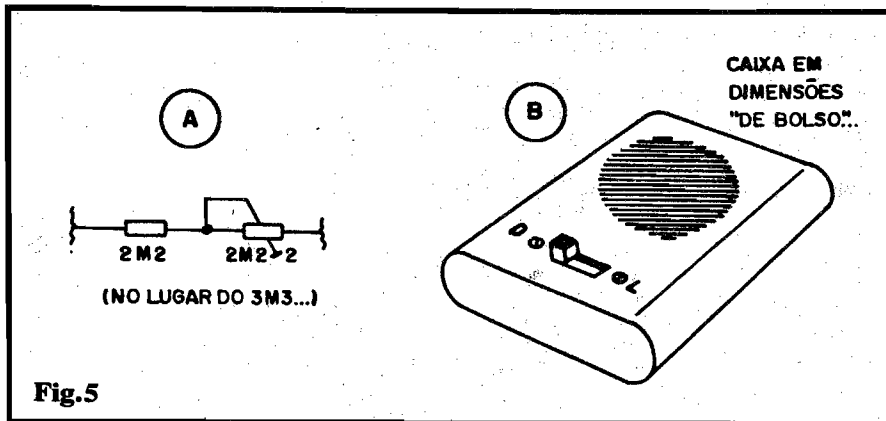

Fig.5
- FIG. 5 - ALTERAÇÕES NO TEMPO - O ACABAMENTO - Conforme já foi dito, os tempos decorrentes antes dos dois alarmes foram pré-determinados com razoável aproximação, demarcados em seus limites através dos valores de 3M3 e 150n acoplados aos pinos 9-10-11 do 4060. Entretanto, variações nos valores reais dos componentes envolvidos, devido às suas naturais tolerâncias, podem "disvirtuar" bastante a exatidão das esperadas temporizações... Nesse caso, a partir de uma verificação puramente experimental, o Leitor/Hobbysta poderá **calibrar**, com grande precisão, o funcionamento do circuito, eventualmente **mudando** o valor do capacitor original de 150n (não são recomendados alterações radicais no dito valor; o melhor é ir "aos poucos", até obter-se a desejada faixa de tempo...) ou até - para extrema precisão - trocando-se o resistor fixo original de 3M3 por um conjunto/série (fig. 5-A) formado por um resistor de 2M2 e um trim-pot de idêntico valor, a partir de cujo ajuste, por
"tentativa e erro" (monitorando os tempos obtidos com o auxílio de um bom relógio...). Com tais providências (e um pouco de paciência na calibração) podem ser determinados intervalos com precisão de minutos... Quanto ao acabamento do PEPA, se tudo for mantido com o espírito de compactação já exposto, o conjunto ficará suficientemente pequeno a ponto de ser "embutido" facilmente numa caixa plástica padronizada (ou improvisada) de reduzidas dimensões (fig. 5-B). Notar que - externamente - a caixinha deve apenas mostrar os furinhos para saída de som do transdutor piezo, mais o interruptor geral, em seu duplo papel de "ligar-desligar" a alimentação e também dar "partida" à contagem do tempo...